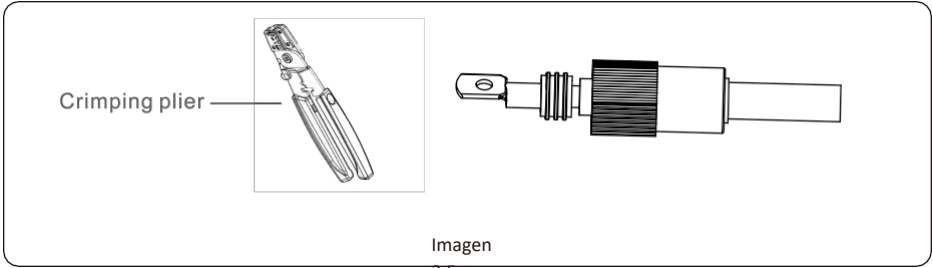

Fig. 3.3
- a) Pase el cable a través del terminal. (como se muestra en la imagen 3.3)